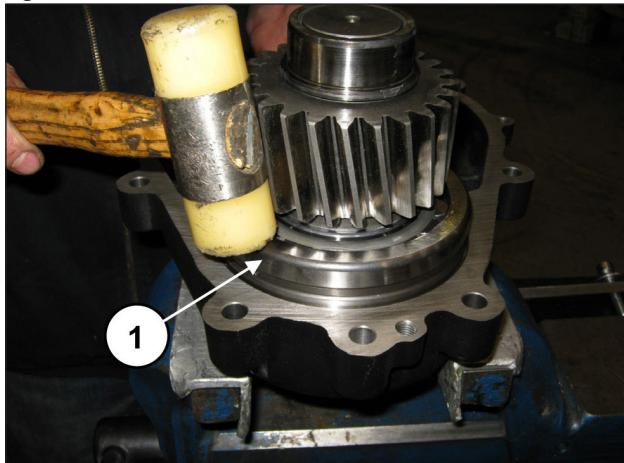

Fig. 87
Introducir el piñón premontado en el alojamiento de la tapa del reduedor utilizando una herramienta de percusión (pos. ①, Fig. 87).